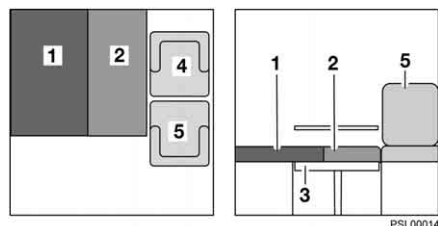

Fig. 37 Dopo la trasformazione
- Portare il cuscino del divano (Fig. 37,2) sul tavolo.
- Posizionare il cuscino dello schienale (Fig. 37,1) sul sedile.
- Spingere il sedile passeggero (Fig. 37,5) il più possibile verso il lato del conducente.
- Avvicinare il più possibile il sedile conducente (Fig. 37,4) al sedile passeggero.